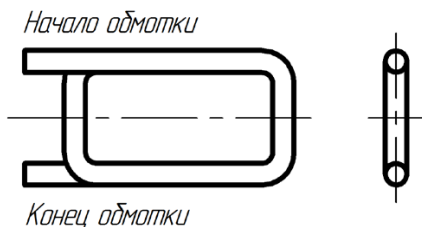

Рис. 4.1
1. Для обмотки (катушки) (рис. 4.1) укажите принятое положительное направление тока, МДС и оси обмотки.